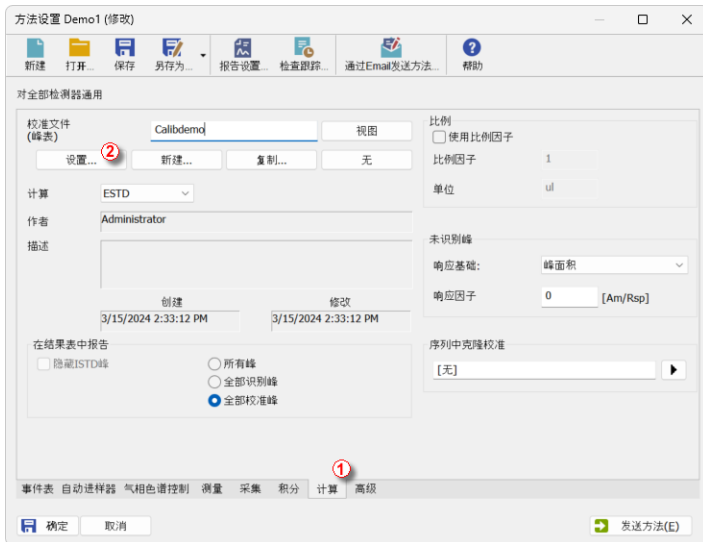

图14: 方法设置-计算选项卡
- 返回 **Clarity Lite** 窗口并使用方法-计算... 命令直接在计算选项卡上打开方法设置对话框，① 如所示第23页第图14。或者，您可以使用方法菜单中的任何命令，然后选择计算选项卡。所有这些部分(以及其他部分)都是方法的一部分;因此它们出现在同一个对话框中，但是在不同的选项卡上。
- 点击设置按钮② 选择校准文件并关联至方法。